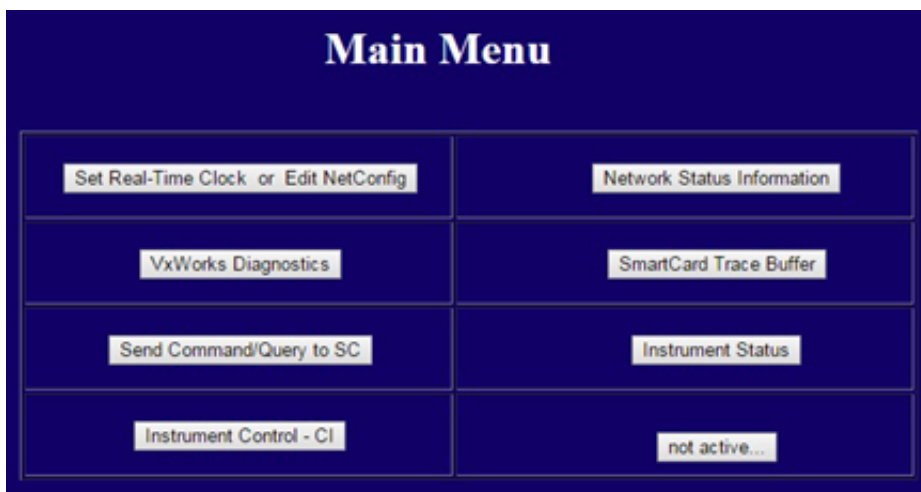

Figure 19. Menu principal de la WUI
- 4 Saisir l'adresse IP dans l'URL du navigateur Web d'un PC pour afficher la page WUI. (Voir **Figure 19**.)